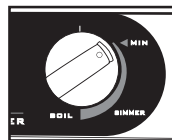

Fig. 6
1. Régler le thermostat sur "MIN" (Fig. 6). Mettre l'interrupteur sur "OFF" et débrancher l'appareil.